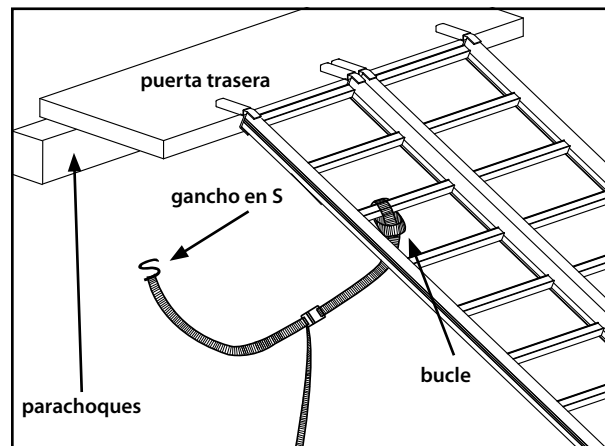

Figura 1
1. Conecte las dos correas de fijación que se proporcionan en el tercer peldaño cruzado desde el extremo de la puerta trasera (uno a cada lado de la rampa). Enrolle el extremo con bucle de cada correa alrededor del peldaño cruzado y pase la hebilla y el extremo de gancho en S por el bucle. Esto conecta permanentemente las correas con la rampa. **CONSULTE LA FIGURA 1.**